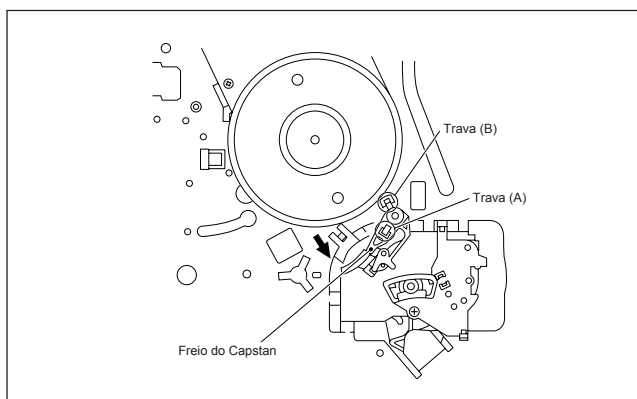

Fig. 2-2-18a
- (1) Mova a trava (A) do freio do Capstan na direção indicada pela seta de forma que se alinhe com a marca no mecanismo. (Veja Fig. 2-2-18a.)
- (2) Solte a trava (B) do freio de Capstan do mecanismo e remova o freio do Capstan.